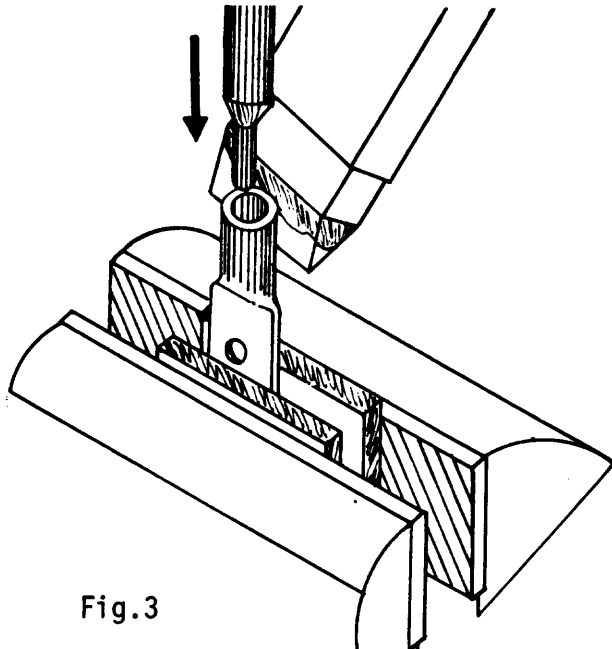

Fig.3
- a Mantenga caliente el mango del terminal en la punta del soldador e introduzca la punta del conductor en estaño fundido (fig.3).